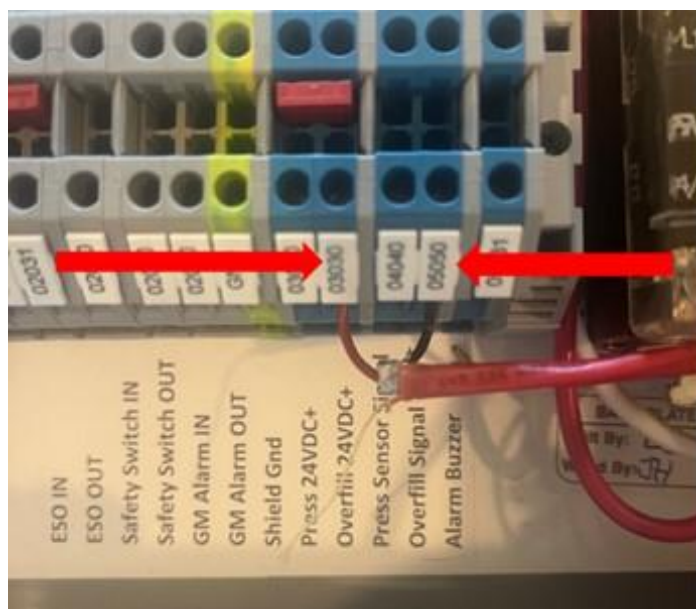

Figura 3-5: Conexiones del panel de control de GREEN MACHINE
3. Instale dos cables clasificados para 24 VCC o más desde los terminales R5 hasta el 03030 y 05050 en el panel de control de GREEN MACHINE. **RECUERDE: NO intente compartir un relé de sobrellenado existente si está presente, el alto voltaje dañará el panel.** La mayoría de las alarmas de sobrellenado estándar utilizan 115 VCA. El cable de alto voltaje o estilo Belden es aceptable. **Vea Figura 3-5 y 3-6.**